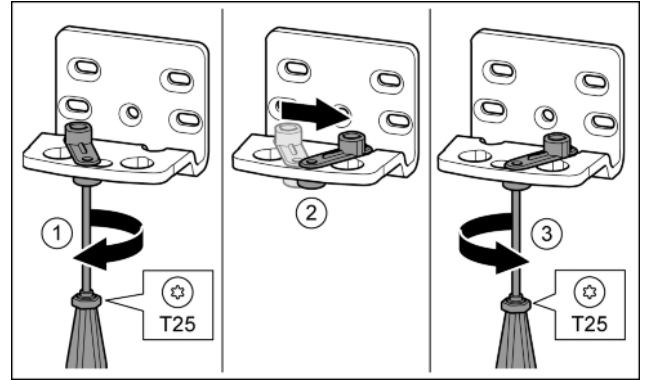

Fig. 15*
- ▶ Lazán tekerje be a csavart a T25 csavarhúzóval. Fig. 15 (1)*
- ▶ Emelje meg az ajtó záródását segítő egységet, és 90°-kal jobbra forgatva helyezze a furatba. Fig. 15 (2)*
- ▶ Húzza meg a csavart a T25 csavarhúzóval. Fig. 15 (3)*